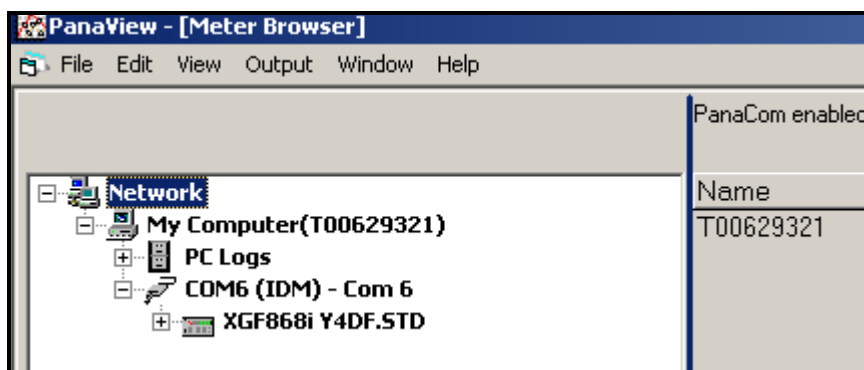

Рис. 17: Окно Text Display
2. Используя меню *Window* (Окно), как описано в *Руководстве пользователя PanaView*, разместите открытые окна удобным вам образом. В нашем случае на Рисунок 17 изображено окно *Text Display* в развернутом (полноэкранном) виде.
5. Чтобы в текстовом окне отображались фактические значения, сначала активируйте один из следующих режимов сбора данных (см. *Рис. 17 на стр. 48*):